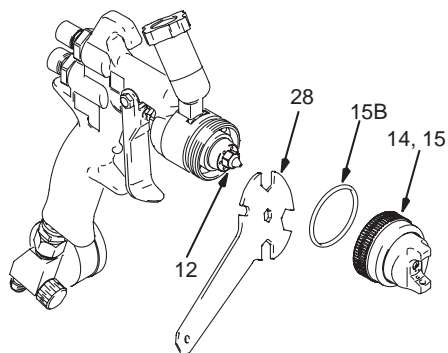

Fig. 22
3. Fjern luftkappens låsering (15) og luftkappen (14). Fjern og skift ut tetningen (15B). Se fig. 22.